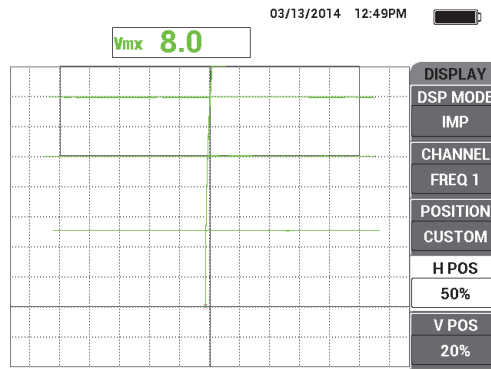

Figura 5-88 Criar mais marcas horizontais
10. Repita a etapa 9 usando dois cartões de visita e, em seguida, usando um cartão de visita crie mais marcas horizontais (veja Figura 5-88 na página 194).